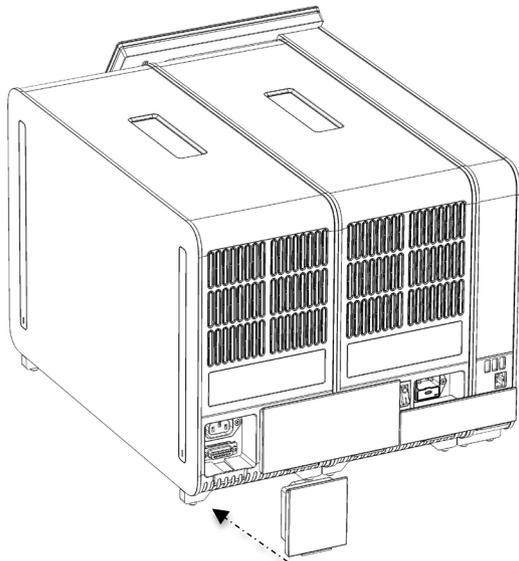

図 19. ターミネーションブリッジを接続。
7. 分析モジュールの背面にターミネーションブリッジを接続します（図 19）。